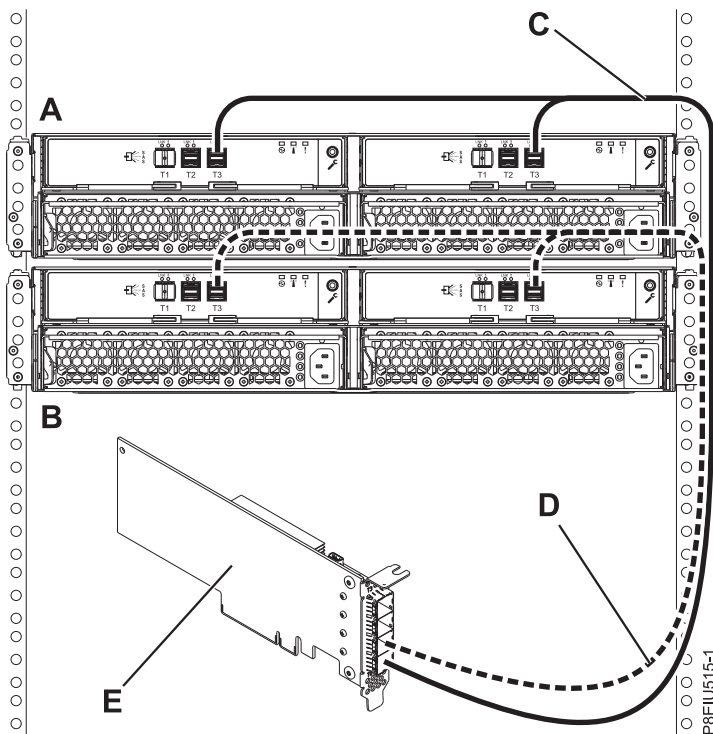

Figure 14. Connexion de mode 1 de deux armoires de stockage ESLL ou ESLS via des câbles YO12 à un adaptateur SAS FC EJ0J ou FC EJ0M unique
14. Effectuez la connexion de mode 1 de deux boîtiers (**A et B**) via des câbles YO12 (**C et D**) à un adaptateur SAS FC EJ0J ou FC EJ0M unique (**E**), comme indiqué dans la figure 14, à la page 16, puis continuez avec «Connexion des câbles et des cordons d'alimentation et installation des capots», à la page 22.